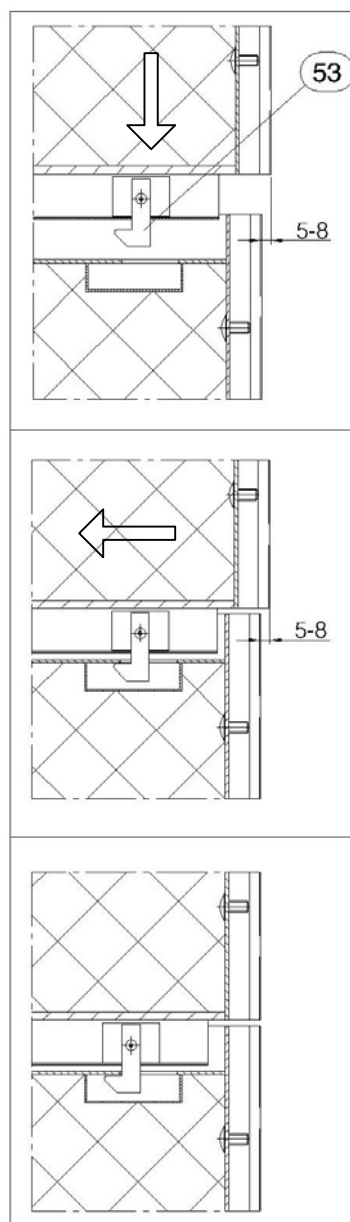

Abb.9
- Die mittleren Torelemente (8.2a...) bzw. das oberste Torelement (8.3) auf das jeweils untere Element setzen. Um zu gewährleisten, dass die Verbindungshaken (53) einrasten, die mittleren und das oberste Torelement seitlich etwas versetzt aufsetzen (ca. 5-8mm) und dann lotrecht übereinander schieben, so dass die Elementverbinder das jeweils untere Torelement hintergreifen, Abb.9.